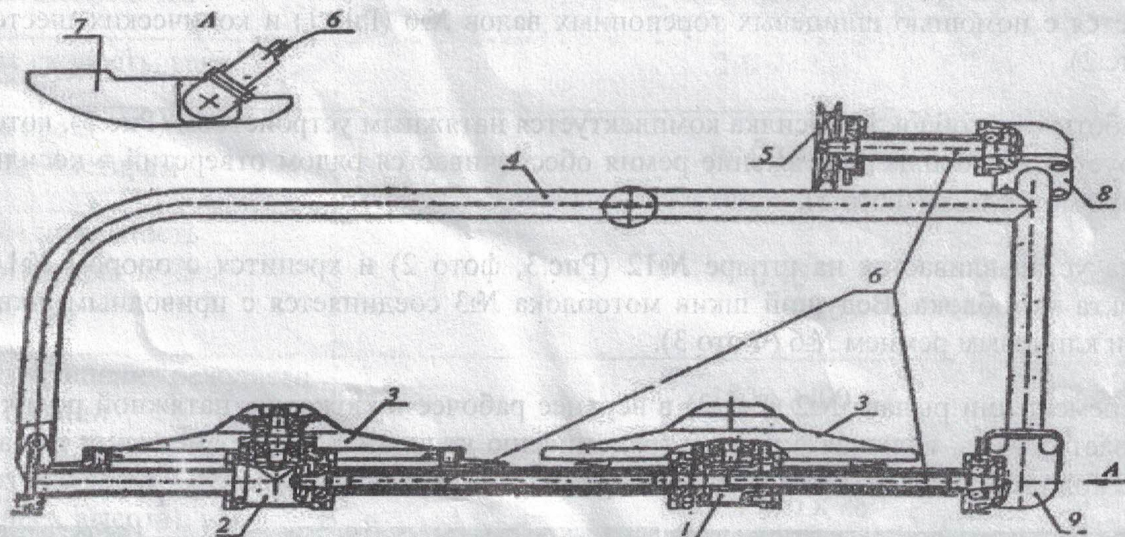

Рис.1
Общий вид косилки представлен на Рис.1.
Конструкция режущих дисков и редуктора привода дисков представлена на Рис.2. Передача крутящего момента от приводного шкива №5 (Рис.1) к режущим дискам передается с помощью шлицевых торсионных валов №6 (Рис.1) и конических шестерен №9 (Рис.2).
5.1. Роторная косилка (см. рис.1)
- Для заполнения редуктора привода первого и второго режущих дисков 1 и 2 (Рис.1.) необходимо расконтрить и отвернуть гайку 1 (Рис. 2.), снять шайбу защитную 3 и диск 4, отвернуть четыре болта 5, снять пружинные шайбы и корпус ведомой шестерни 7.
- Для заполнения верхнего углового редуктора 8 (Рис. 1.) необходимо отвернуть четыре болта крепления редуктора к раме 4, затем снять редуктор 8 вместе с приводом от шкива 5. В полость редуктора добавить 50 см. смазки EP-0 или солидола ГОСТ 4366-76.
- Для заполнения нижнего углового редуктора 9 (Рис. 1) необходимо отвернуть четыре болта крепления редуктора к раме 4 и два болта крепления редуктора привода второго режущего диска 2 к раме 4, затем снять нижний угловой редуктор вместе с редуктором 1 и 2. В полость 9 добавить 50 см. смазки EP-0 или солидола ГОСТ 4366-76.